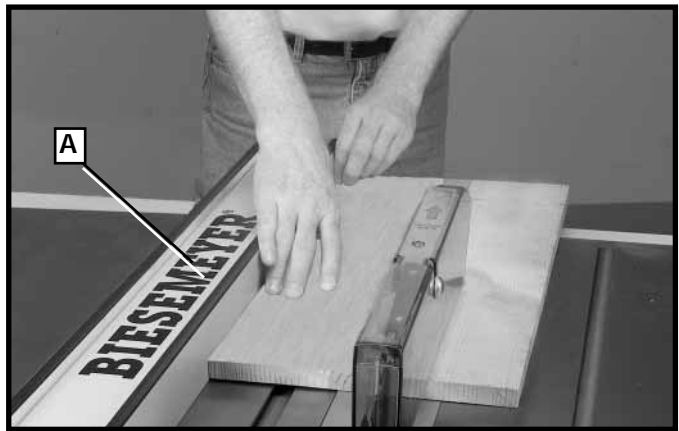

Fig. S8
Le sciage en long, comme indiqué à la fig S8, est l'action de couper totalement une planche dans sa longueur. Le guide longitudinal (A) est utilisé pour positionner et guider l'ouvrage. L'un des bords de l'ouvrage vient s'appuyer contre le guide longitudinal tandis que le côté plat de la planche repose sur la table.
1. Avant de débiter le tronçonnage, lever la lame environ 3,2 mm (1/8 po) de plus que le dessus de l'ouvrage. Démarrer le moteur et avancer l'ouvrage en le tenant vers le bas, contre le guide. Ne jamais se mettre dans la trajectoire de la scie lors d'une opération de sciage en long. Lorsque la largeur de l'ouvrage pour le sciage sur le long est de 15,2 cm (6 po) ou plus, tenir l'ouvrage avec les deux mains et le guider le long du guide sous la lame de la scie (fig. S8). Au cours du sciage sur le long, la force doit toujours être appliquée entre la lame de la scie et le guide. Ne jamais tirer sur l'ouvrage à partir de l'arrière de la table de scie. L'ouvrage doit être alors guidé sous la lame de la scie avec la main droite. Utiliser seulement la main gauche pour guider l'ouvrage contre le guide. Retirer la main gauche de l'ouvrage à environ 30,5 cm (12 po) de l'avant de la lame. Ne pas guider l'ouvrage avec la main gauche. Continuer à guider le matériel avec la main droite en vous tenant à la droite du parcours de la lame. Une fois la coupe terminée, utiliser un poussoir pour pousser la pièce coupée au-delà de la lame.